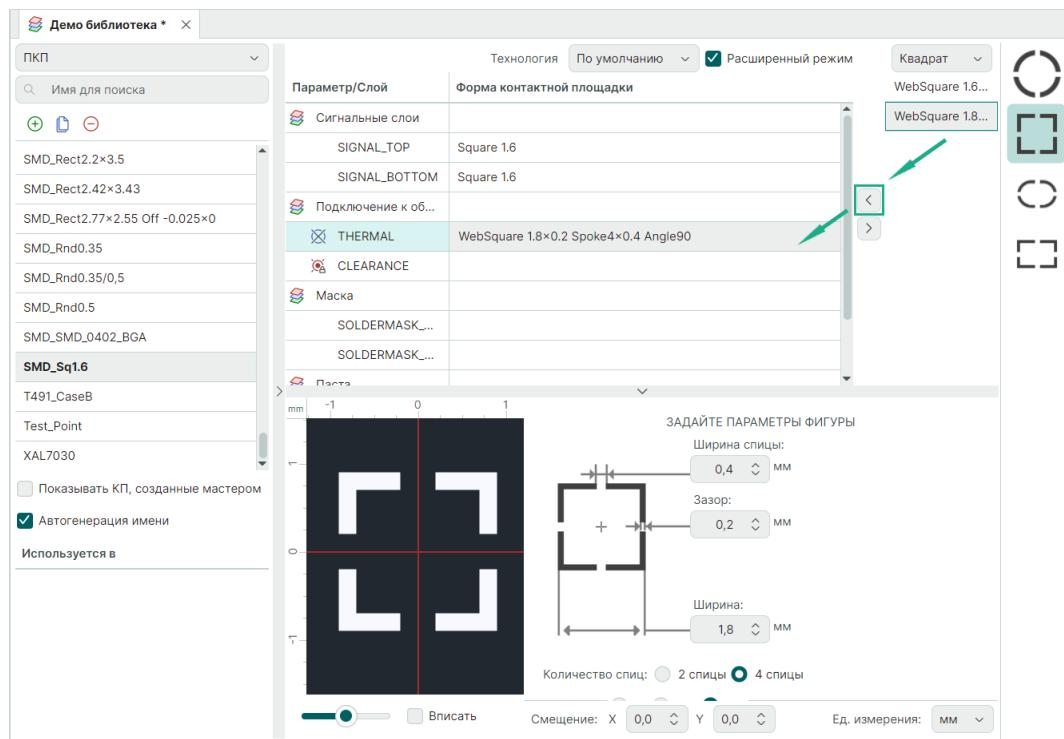

Рис. 64 Добавление формы термобарьера на слой контактной площадки
- Добавьте сформированную форму термобарьера в параметр «THERMAL», нажав , см. Рис. 64.